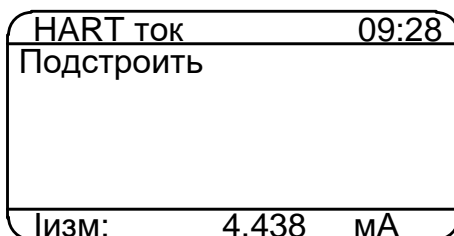

**Рисунок 2.32**
2.6.5.7.6 Выбор пункта «Подстройка тока» и нажатие кнопки «» приводит к появлению на дисплее КДМ-030 подменю *HART ток* (см. рисунок 2.32), содержащее следующие пункты: